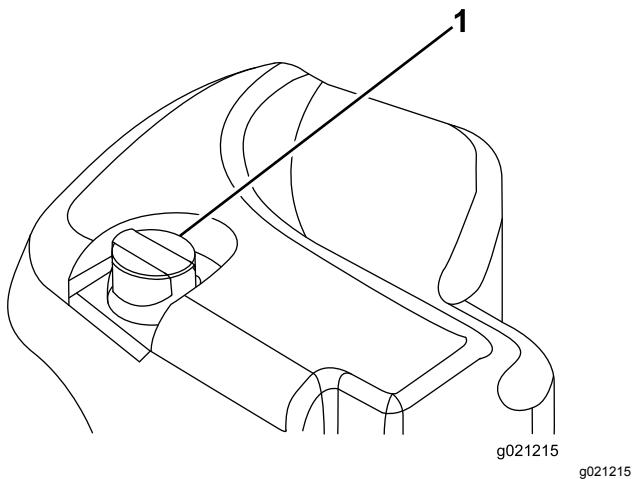

Figura 64
2. Limpe a zona em redor do tubo de enchimento e da tampa do depósito hidráulico (Figura 64).